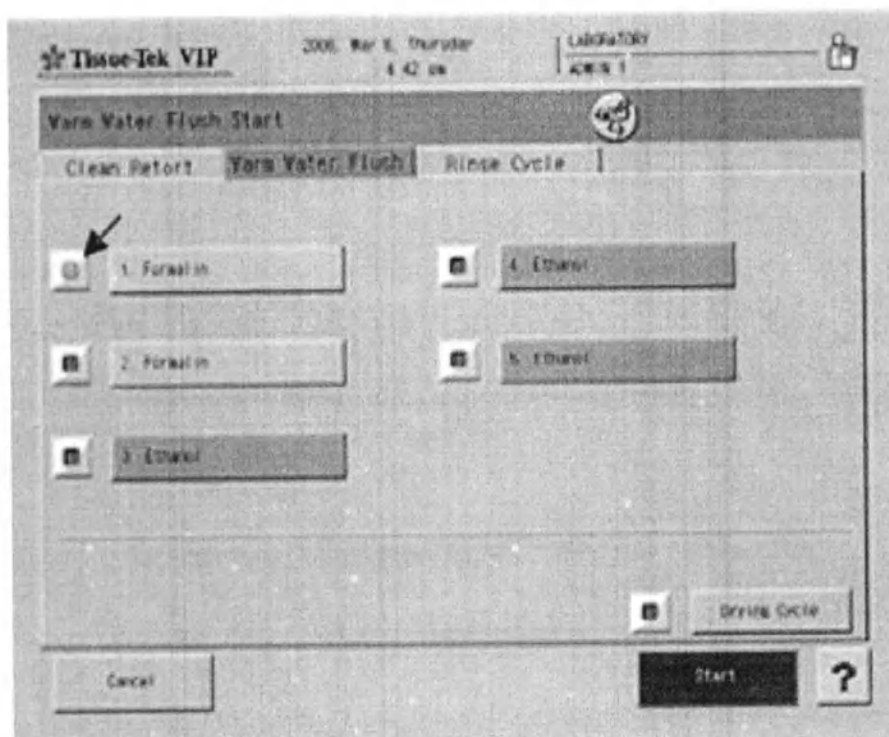

Рис. 124 Промывка теплой водой
На закладке **«Warm Water Flush»** (Промывка теплой водой) (Рис. 124) представлены названия реагентов и номера станций, для которых можно провести эту процедуру.
- Выберите станцию, которую нужно промыть теплой водой (рядом с выбранной станцией загорится «лампочка») (Рис. 124).